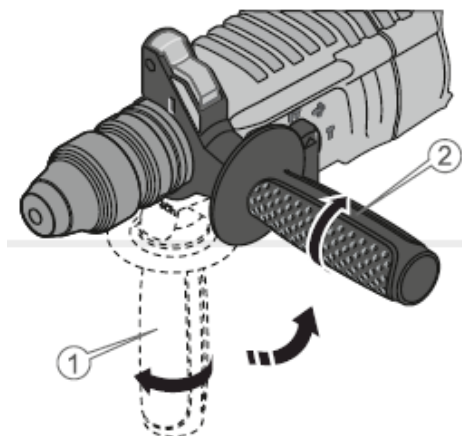

Рисунок 2. Схема встановлення та налаштування допоміжного руків'я.
2) Встановити допоміжне руків'я (1, рис. 2) на перфораторі в таке положення, яке буде забезпечувати зручність під час роботи, та надійно закріпити обертанням руків'я (2, рис. 2).